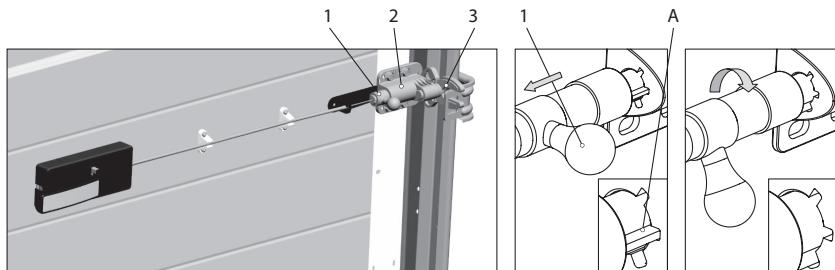

Рис. 3. Перевод запирающего устройства в постоянно разблокированное положение
- выдвинуть подпружиненный палец (1) из корпуса (2) и повернуть его до вхождения выступа (A) в один из боковых пазов корпуса (рис.3);
- проверить свободный ход вилки (3) в любом положении нажимной ручки.